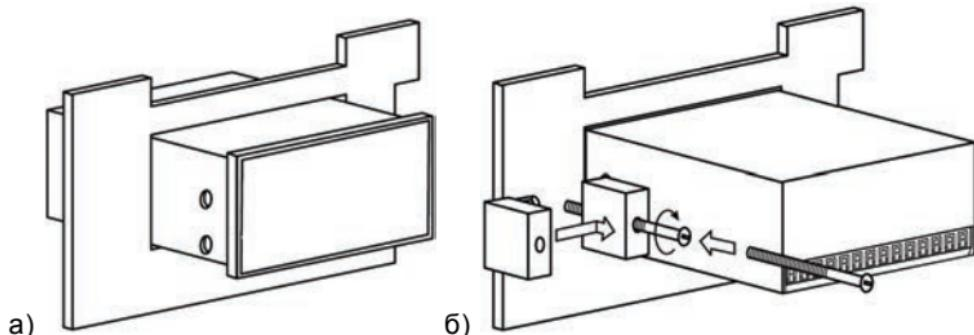

Рисунок 5.2 – Монтаж прибора щитового исполнения
- вставить прибор в специально подготовленное отверстие на лицевой панели щита (см. Приложение А и рисунок 5.2, а);
- вставить фиксаторы из комплекта поставки в отверстия на боковых стенках прибора (рисунок 5.2, б);